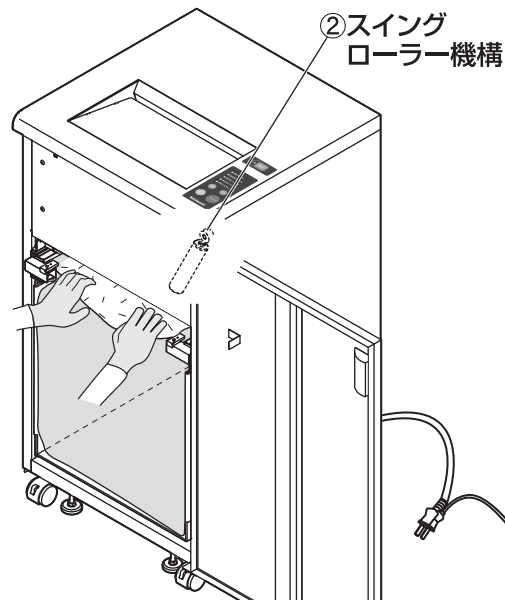

図12 細断紙片の押し下げ
- 1.扉⑥を開けて電源スイッチ①の下側を押して電源を切ってください。
- 2.スイングローラー機構②周辺の細断紙片を、手で押し下げてください。 **図12 参照**
- 3.電源スイッチ①の上側を押して電源を入れて、扉⑥を開めてください。
- 4.スタートスイッチ⑳を押して、細断可表示ランプ⑱を点灯させてください。スイングローラー機構②が水平位置に戻ります。